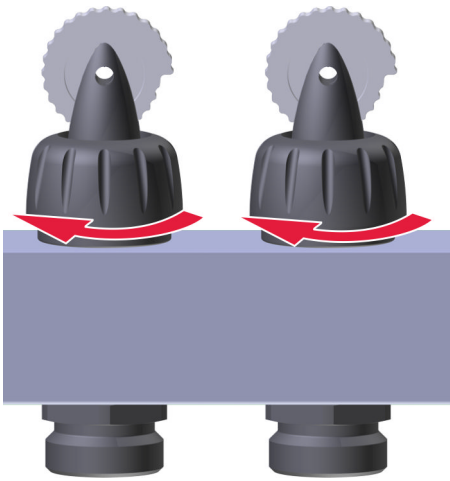

Abb. 68: Handverstellungen entfernen
- 1.** Um die Handverstellungen zu entfernen, Gewinde der Handverstellungen in Pfeilrichtung (Abb. 68/roter Pfeil) aufdrehen.